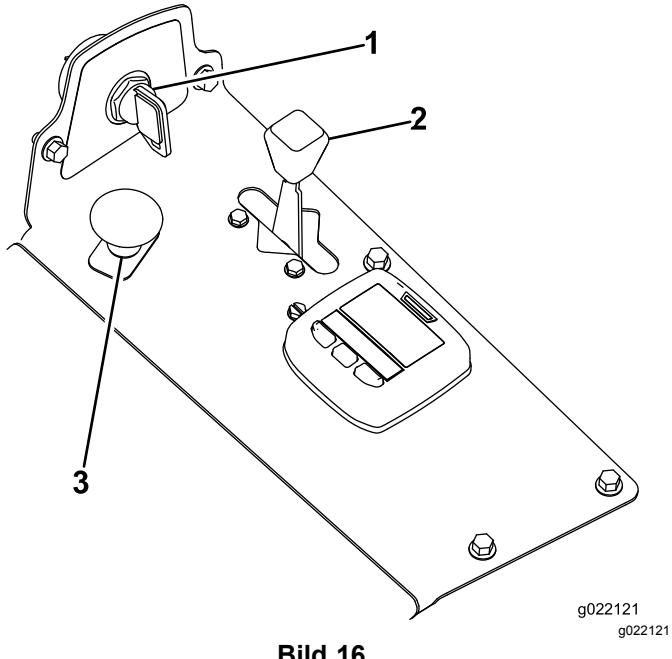

Bild 16
4. Stellen Sie den Zapfwellen-Schalter in die Aus-Stellung (Bild 16).